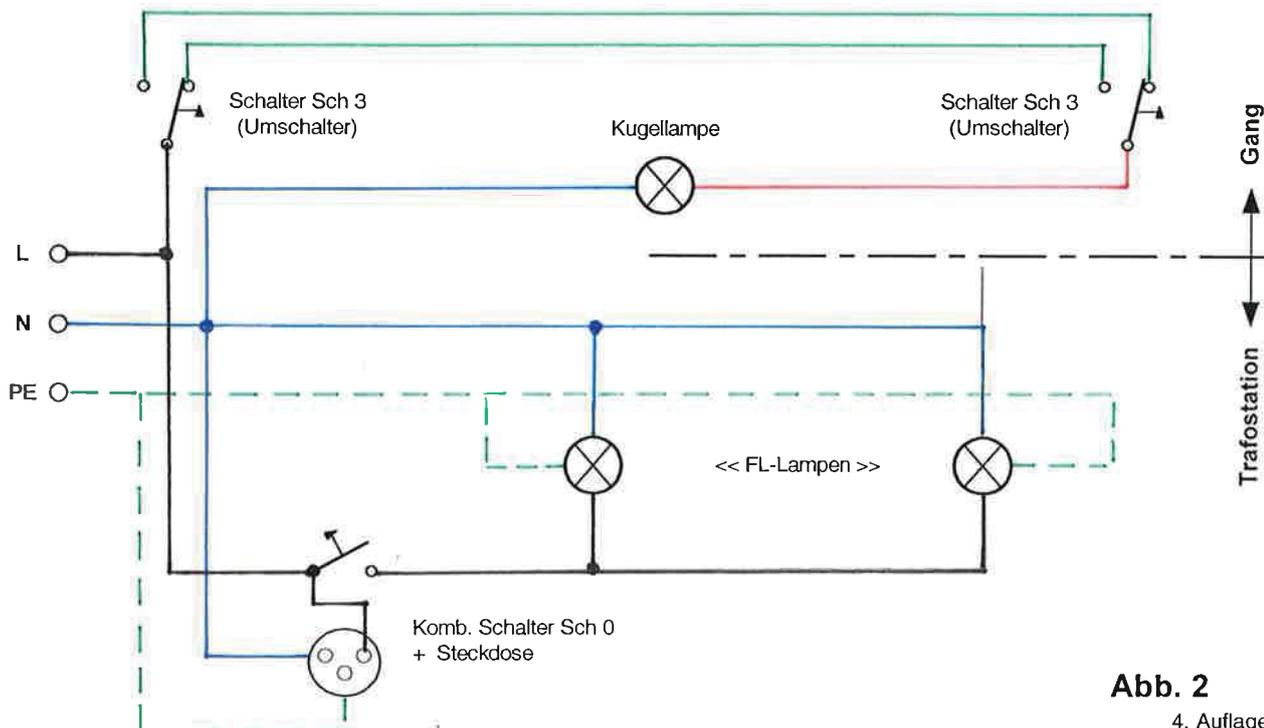

Abb. 2
2. Zeichne in Abb. 2 die Drahtverbindungen zwischen den vorgegebenen Installations-elementen ein. Es ist zu überlegen, welcher Drahtquerschnitt richtig ist, sowie für jede Verbindung, welche Drahtfarbe verwendet wird. (Unbedingt notwendige Farbe / mögliche Farbe / Farben, welche **nicht** verwendet werden dürfen)